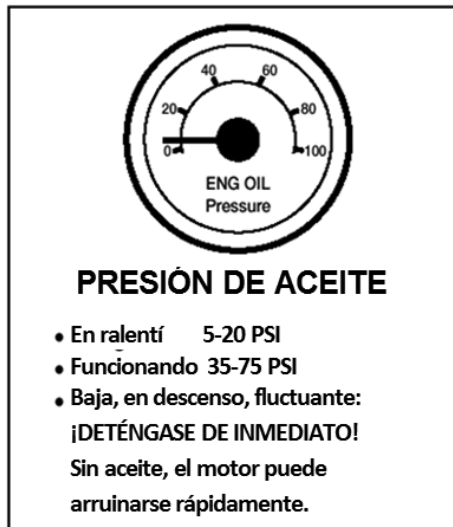

Figura 2.5
**Presión del aceite.** Debe llegar al nivel normal en pocos segundos luego de que se pone en marcha el motor. Ver la figura 2.5